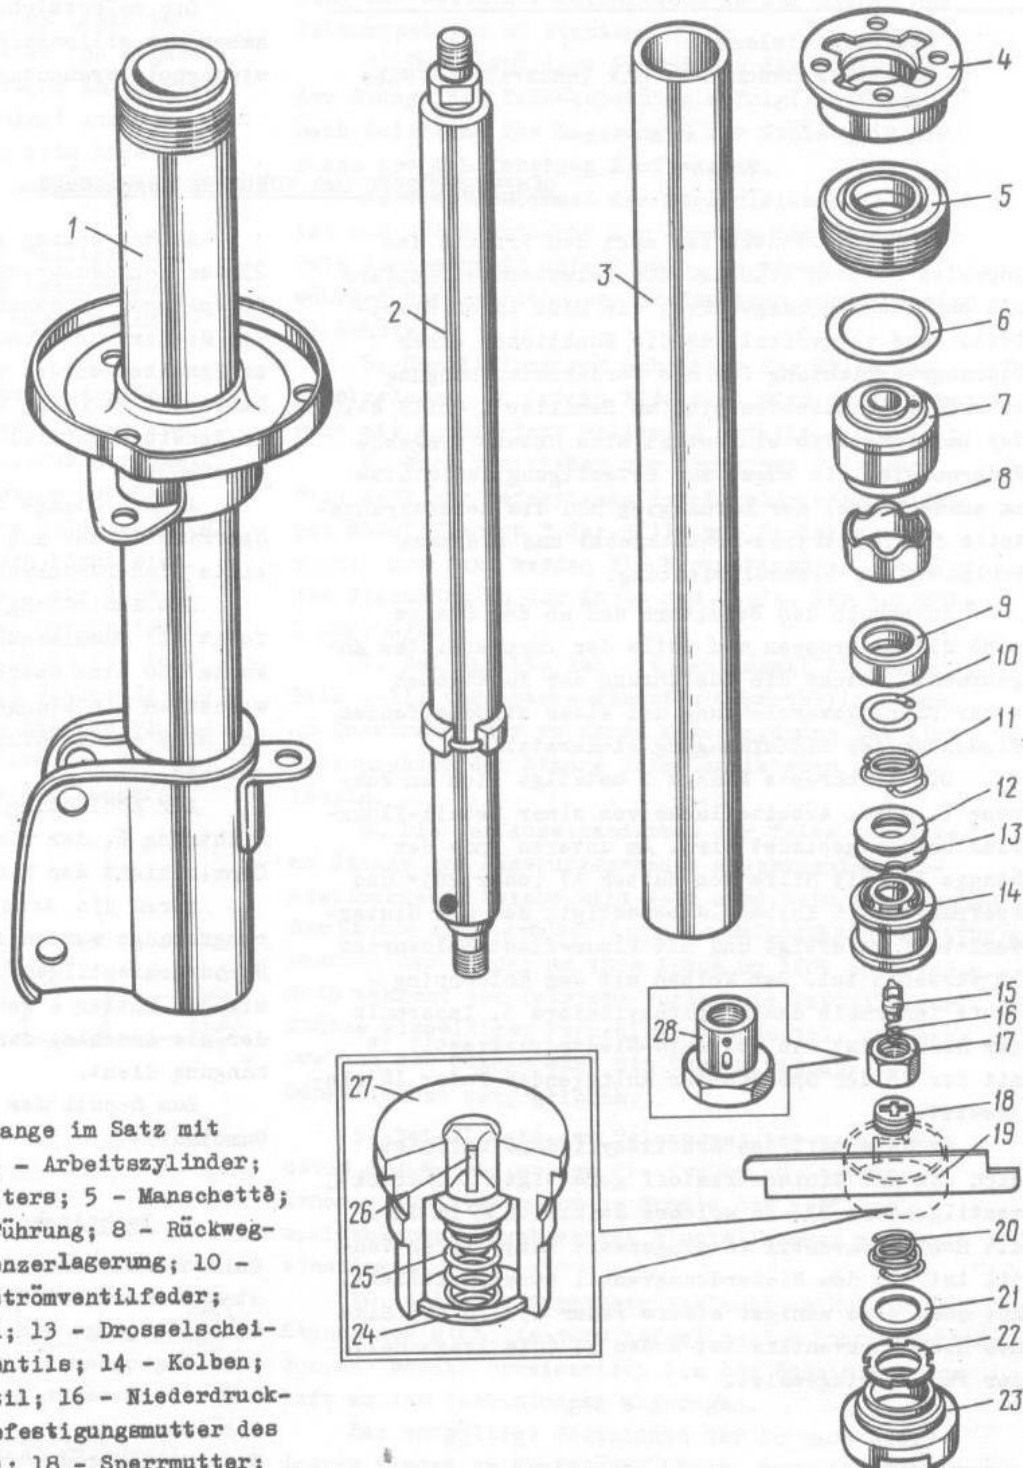
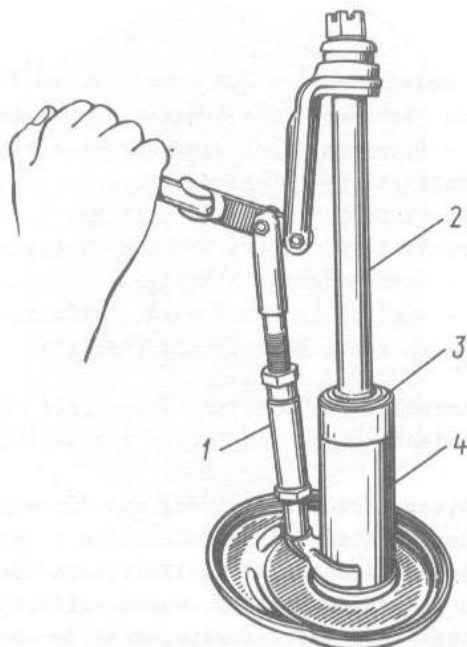

Bild 4-17. Stoßdämpfer:
Bild 4-23. Austreiben der Manschette mit Dichtring im Satz mit Stange aus Behälter:
Die Dämpferstütze ist nach dem Prinzip des doppelwirkenden Flüssigkeits-Teleskopstoßdämpfers mit zwei Röhren ausgeführt; die Maße ihrer Hauptteile sind vergrößert, um die Funktionen einer Führungsvorrichtung für die Vorderradaufhängung zu erfüllen. Außerdem sind am Behälter 1 (Bild 4-17) der Dämpferstütze eingesetzt eine untere tragende Federschale, ein Bügel zur Befestigung der Stütze am Achsschenkel der Aufhängung und die Befestigungsteile für Lenktrapez-Schwenkhebel und biegsame Schläuche der Bremsanordnung.
- Mutter 4 (siehe Bild 4-17) des Behälters 1 mit Schlüssel 80-II081 losschrauben, die Außenfläche der Manschette 3 (Bild 4-23) von Schmutz befreien
- Manschette 5 (siehe Bild 4-17), Ring 6 und Führung 7 von Stange abziehen, dabei nicht zulassen, daß die Kanten der Manschette und die Fluorplastschicht an der inneren Arbeitsfläche der Führung beschädigt werden;
- Fluorplastring 19 (siehe Bild 4-17) von Kolben und Rückwegbegrenzer 8 von Stange abziehen. Es ist nicht ratsam, die Halterung 9 des Rückwegbegrenzers und Sperring 10 abzusetzen;